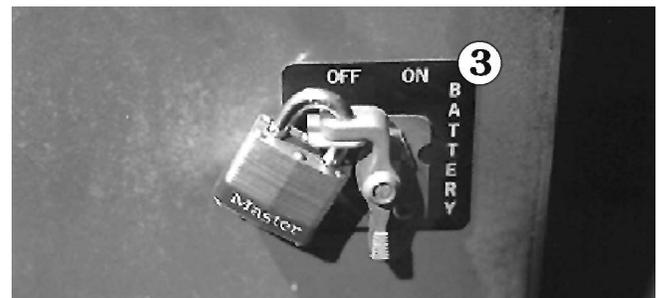

Abbildung 10.3
2. Stellen Sie den **Batterieschalter 3** auf AUS und sperren Sie ihn mit einem Vorhängeschloss (siehe Abbildung 10.3).